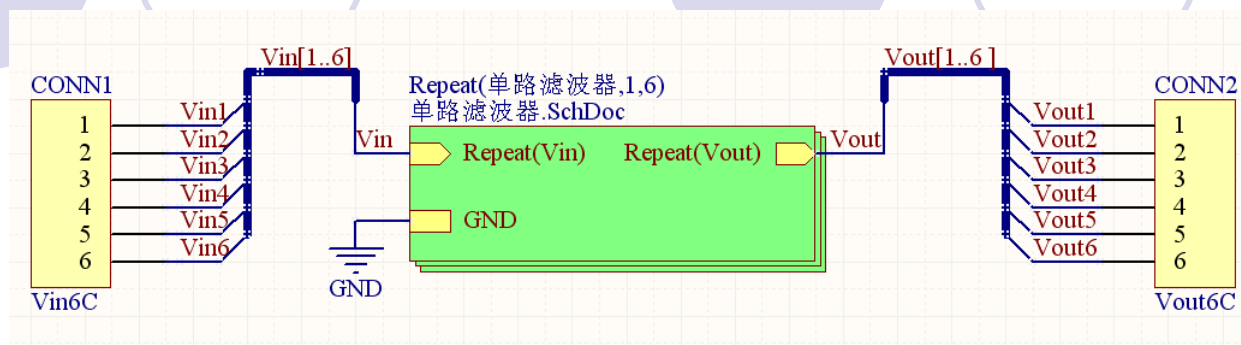

图11-45 绘制的六通道多路滤波器电路原理图
(11) 在原理图中添加其他元件，绘制如图11-45所示的电路图。
至此，采用多通道技术设计的六通道多路滤波器电路原理图任务完成。从图11-45与图11-39比较，图11-45完全可以取代图11-39，图11-45的原理图清晰、明了、简单。可以看出在一个电路系统中，如果原理图比较复杂，对于具有多个重复的电路部分时，用多通道设计方法设计很简单。